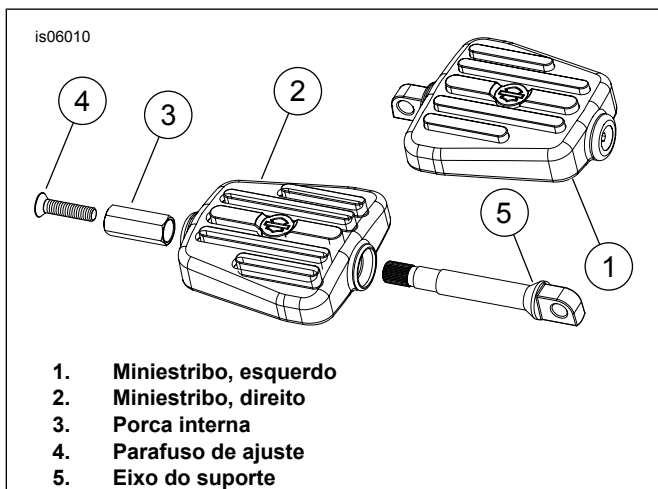

Figura 2. Kit de miniestribo: 50451-09
- Para o kit 50451-09, veja Figura 2. Não há peças de reposição para este kit.
6. **Para ajustar o estribo visando conforto: Kit 50451-09, veja Figura 2.**
- a. Remova o parafuso de ajuste (4).
- b. Remova parcialmente o conjunto do pedal (1, 2, 3) do eixo de suporte (5).
- c. Gire o conjunto da banda de rodagem ao redor do eixo do suporte. Os dentes do eixo se engrenarão com a porca interna (3) a cada 10 graus.